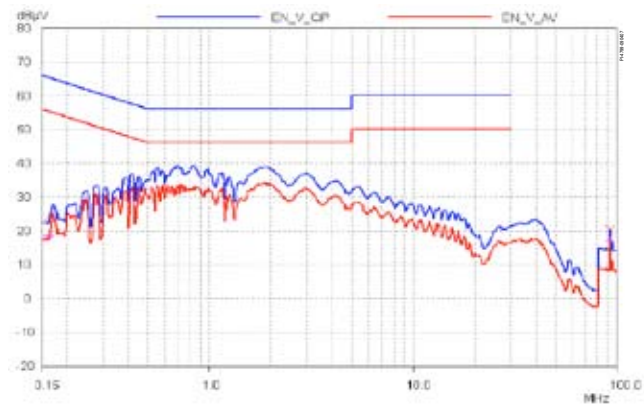

图4. 230 VAC最差情况下测量的EMI，输出RTN接假手
- 符合 CISPR-22/EN55022B 传导EMI限制, EMI裕量大于 10 dB $\mu$ V (见图4)